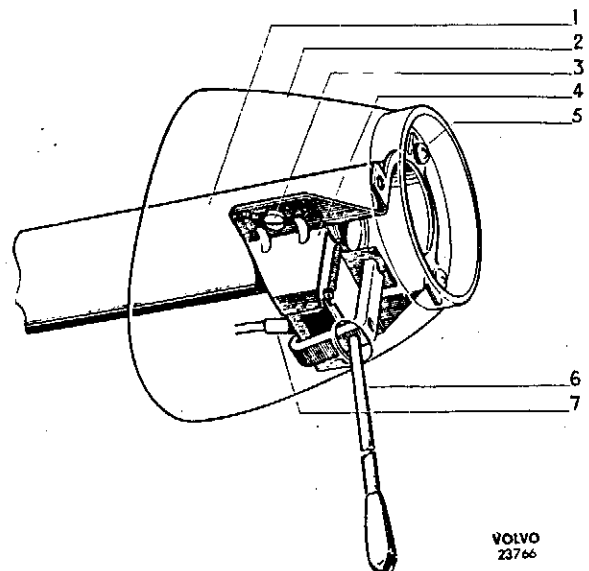

Abb. 139 Blinkerschalter
2. Die Schrauben (5, Abb. 139), die das Schutzgehäuse am Mantelrohr halten, ausbauen und das Gehäuse abheben.